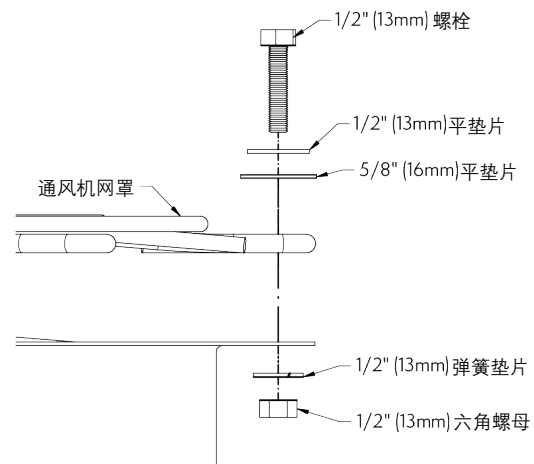

图 14 - 将通风机网罩固定到排风筒上
4. 把通风机网罩的每一个孔和排风筒上的孔固定在一起（见图14）。